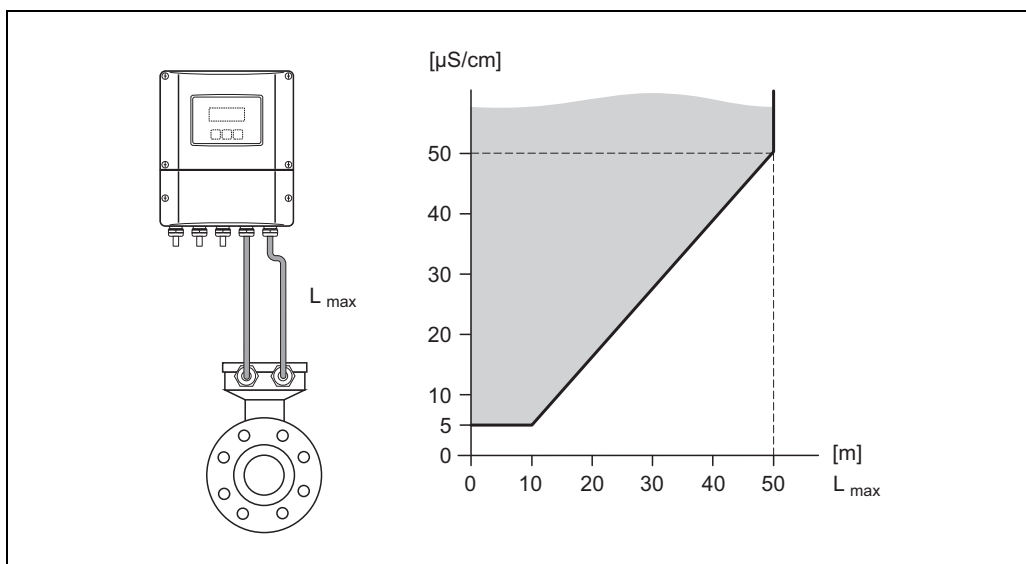
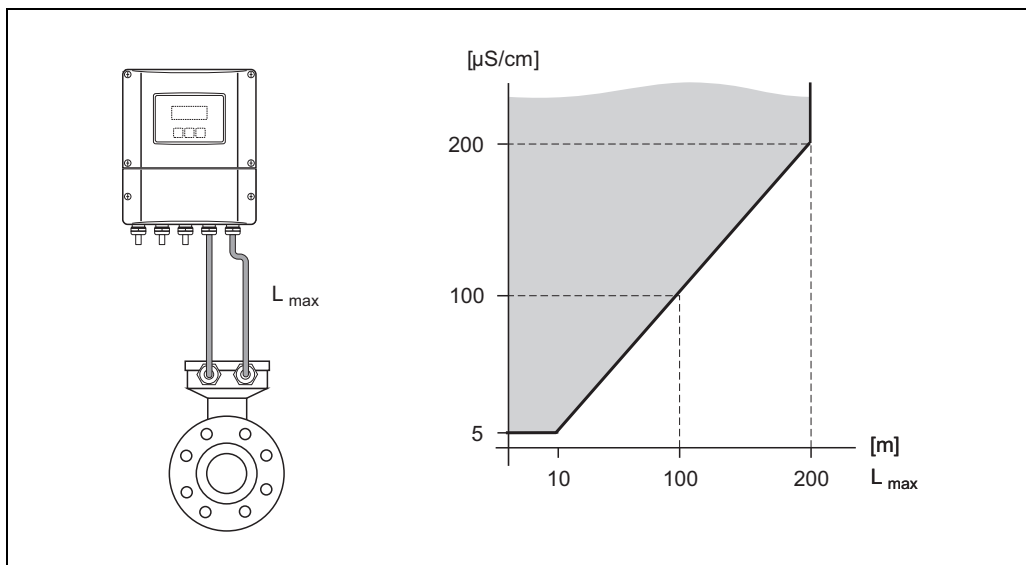

図 16： 分離型の接続ケーブル長の許容範囲
図 17： 分離型の接続ケーブル長の許容範囲
- 最大ケーブル長 $L_{\max}$ は、流体の導電率によって決まります（図 16、図 17）。